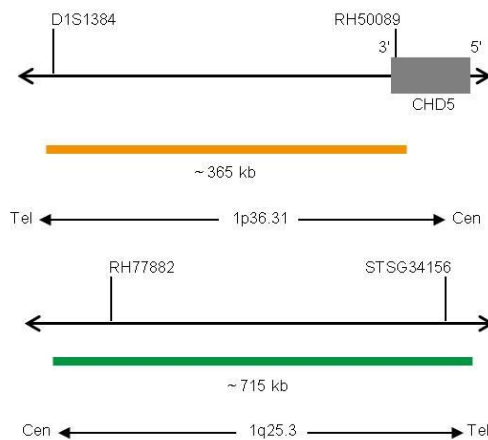

Abb. 1: Oben: SPEC 1p36 Sondenlokalisierung; Unten: SPEC 1q25 Sondenlokalisierung (nicht maßstabsgetreu)
- ZyOrange (Anregung 547 nm/Emission 572 nm) markierten Polynukleotiden (~4,5 ng/μl), die gegen Sequenzen in 1p36.31\* (chr1:5,808,946-6,176,336) gerichtet sind (siehe Abb. 1).
- ZyGreen (Anregung 503 nm/Emission 528 nm) markierten Polynukleotiden (~10 ng/μl), die gegen Sequenzen in 1q25.3\* (chr1:184,271,714-184,986,522) gerichtet sind (siehe Abb. 1).